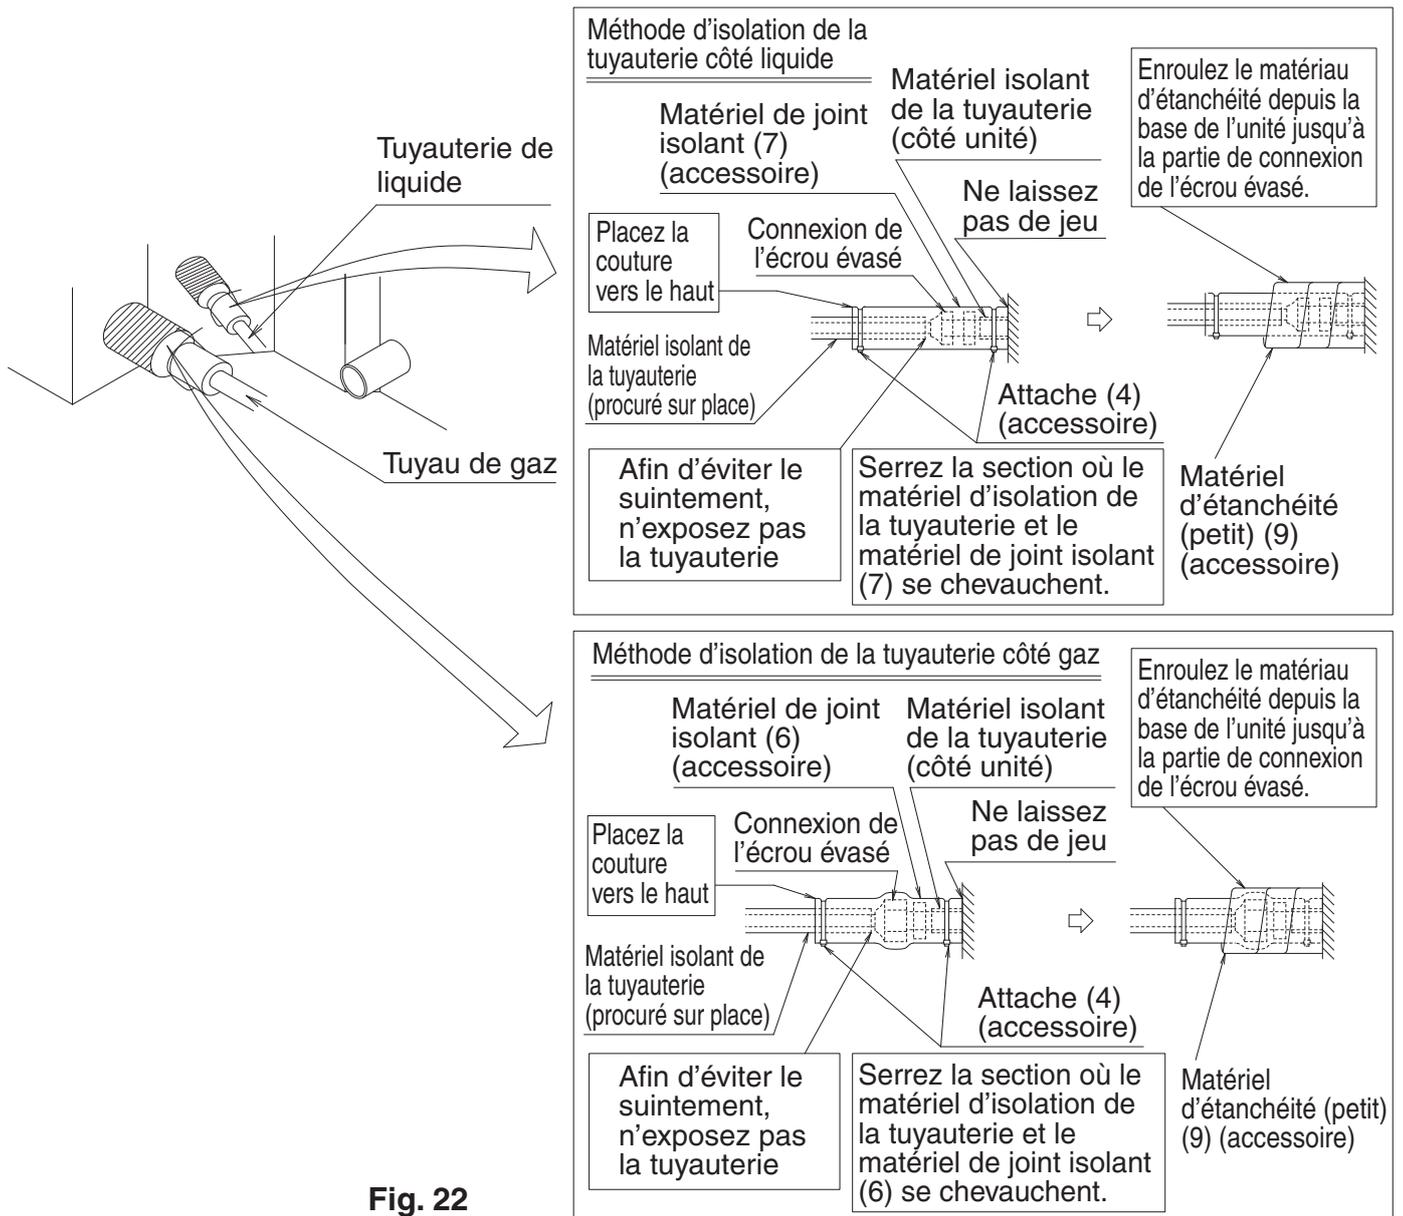

Fig. 22
- Après le test des fuites, isolez le raccord de la tuyauterie de gaz et de liquide à l'aide du matériau isolant des joints fourni (6) et (7) afin d'empêcher la tuyauterie d'être exposée. **(Reportez-vous à la Fig. 22)** Puis, serrez les deux extrémités du matériau isolant à l'aide d'une attache (4).